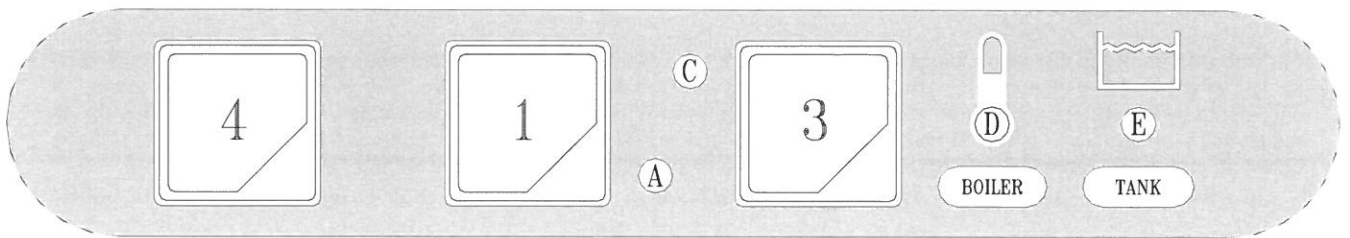

Рис. 3-2
- После завершения впуска воды откройте дверцу (I) и добавьте моющее средство (около 2 г на литр объема бака). Выставьте положение полной корзины (L) и закройте дверцу (I). Выберите с помощью кнопки (4) необходимый цикл мытья: короткий цикл (кнопку нажать) – длинный цикл (кнопку не нажимать). Далее нажмите кнопку ПУСК (3) (держат нажатой по меньшей мере 2 секунды), чтобы запустить цикл мытья, — загорится индикатор (C). После завершения цикла индикатор погаснет. Чтобы выключить машину, поверните выключатель (1) в положение 0. Индикатор (A) покажет, что машина выключена (Рис. 3-2+3-3).
- When the water intake cycle is complete, open the door (I) and add detergent (about 2 g. per litre of tank capacity). Position the full basket (L) and close the door (I). Select the appropriate washing cycle by pressing button (4) short cycle (button pressed) ÷ long cycle (button not pressed). Now press the START button (3) (at least for 2 seconds) and the wash cycle displayed by light (C) will start. When the cycle is over, this light goes out. To turn off the appliance, turn the switch (1) to (0). Light (A) indicates the appliance is off (Fig.3-2+3-3).
- Nach erfolgter Füllung die Tür (I) öffnen und das Spülmittel einfüllen (ca. 2g/l Fassungsvermögen des Spülbehälters). Den gefüllten Geschirrkorb (L) einsetzen und die Tür (I) schließen. Das Programm durch Drücken des Druckknopfes (4) wählen kurzer Spülgang (Taste gedrückt) ÷ langer Spülgang (Taste losgelassen). Nun die START-Taste (3) mindestens 2 Sekunden lang drücken, und das Spülprogramm beginnt, die Kontrolllampe (C) leuchtet auf und am Programmende erlischt die Kontrolllampe. Um das Gerät auszuschalten, muß der Schalter (1) auf die Position (0) gestellt werden, die Kontrolllampe (A) erlischt. (Bild.3-2+3-4).